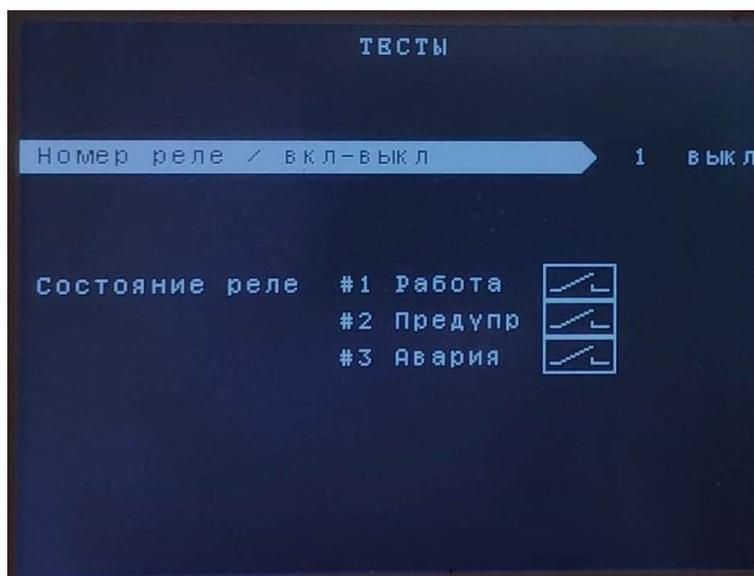

Рисунок 22 – Подраздел «Реле сигнализации»
**3.1. «Реле сигнализации»** - подраздел предназначен для тестового включения/выключения реле сигнализации МС (см. рисунок 22).